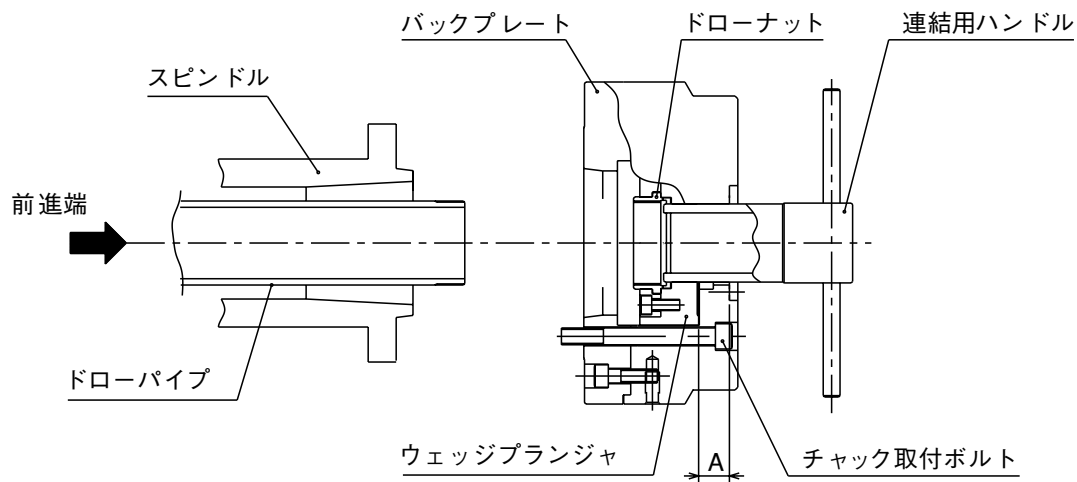

図 17
- ・シリンダ前進端でのウェッジプランジャの適正位置は、図17の寸法 A が下表となる位置です。